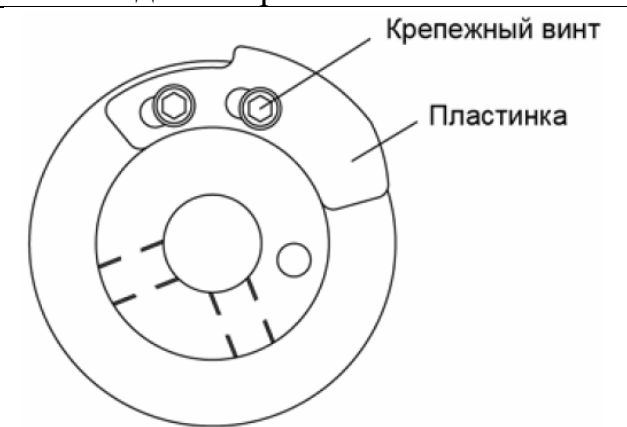

Рисунок 21 – Регулировка фазы освобождения игольной нитки
*Регулировка фазы освобождения игольной нитки* (рисунок 21). Освободить крепежные винты кулачка, приводящего в движение устройство освобождения нитки и переместить пластинку кулачка так, как показано на рисунке. Если пластинка расположена неправильно, то остаток нитки может быть коротким и неравномерным, что приведет к выскакиванию нитки из ушка иглы в начале шитья.